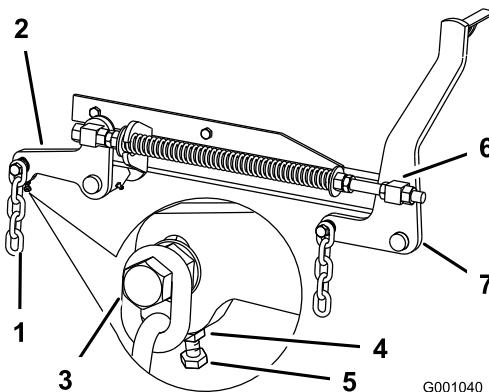

Figure 77
7. Si la distance mesurée au point **B** ou **C** n'est pas correcte, desserrez le boulon de fixation de la chaîne arrière au bras de support arrière (Figure 77).
8. Desserrez l'écrou de blocage sous le bras de support arrière et agissez sur le boulon de réglage de manière à obtenir une distance de 79 à 83 mm (Figure 77).
7. Desserrez d'environ 13 mm les écrous de blocage à l'avant des pivots avant gauche et droit (Figure 77).
8. Réglez les écrous de relevage sur les côtés gauche et droit de la machine de manière à abaisser l'avant de 6 à 10 mm au point **A** par rapport au point **B** à l'arrière (Figure 77).